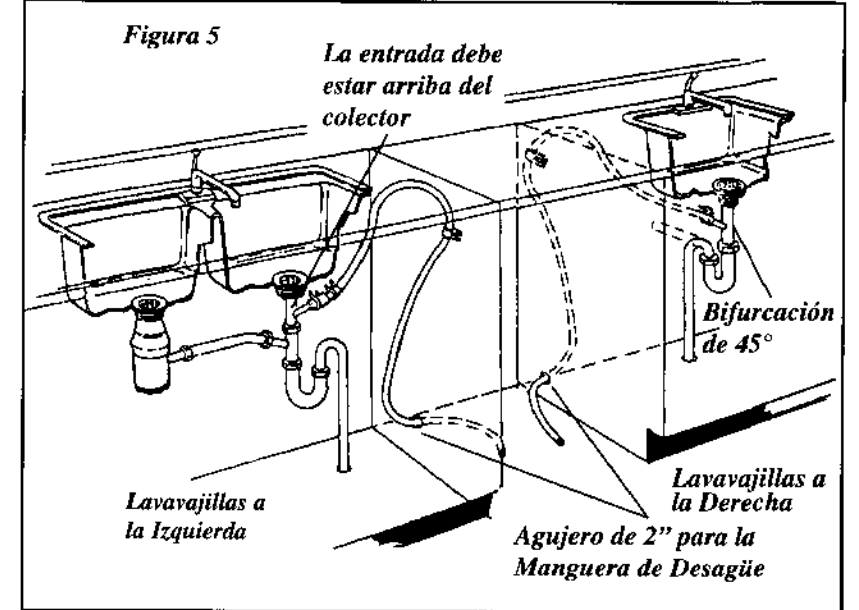

Figura 5
2. Si usted conecta al desagüe de un fregadero, la entrada deberá ser arriba del colector. Una bifurcación de 45° y un juego de conector, no incluidos, facilitarán este método e incluye todos los accesorios necesarios e instrucciones. Ver Figura 5.